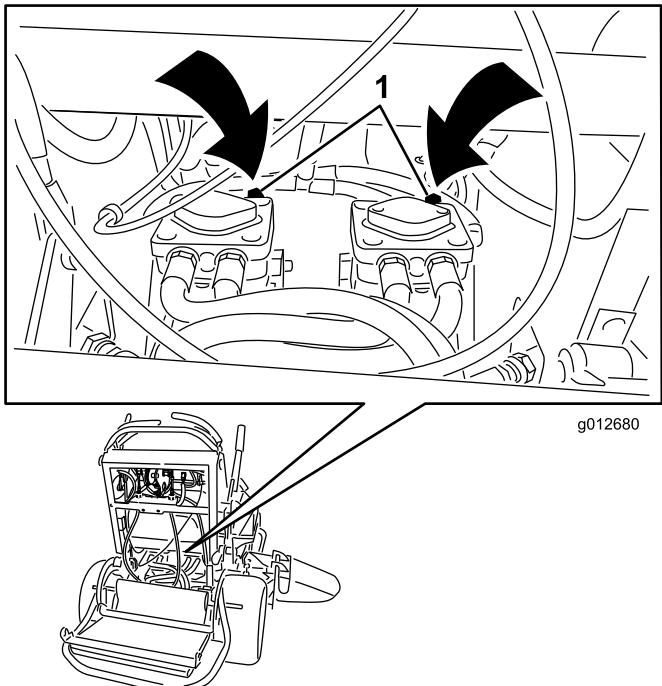

Figura 24
- Abra las válvulas de desvío de ambas bombas girándolas 1 o 2 vueltas en el sentido contrario a las agujas del reloj. Esto permite que el aceite hidráulico se desvíe alrededor de la bomba, dejando que las ruedas giren (Figura 24).